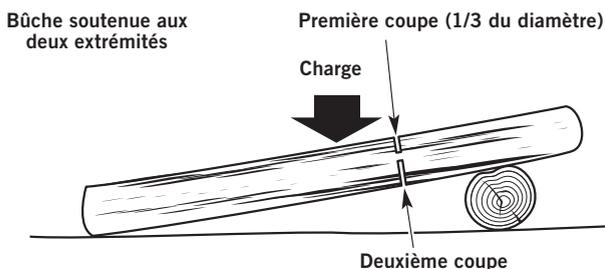

Fig. 17
- b. Si la bûche est supportée aux deux extrémités (Fig. 17), faites la première coupe par le dessus. Reportez-vous à la section Coupe par le dessus.